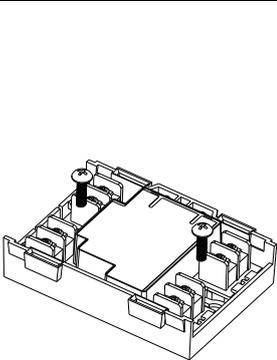

图 2
- 安装在控制器或开关柜内部：直接安装在平整表面上（图 2）。
2. 用 2 个螺钉（M4）将模块固定（图 2）。安装孔距离： $63.5 \pm 1.0\text{mm}$ 。